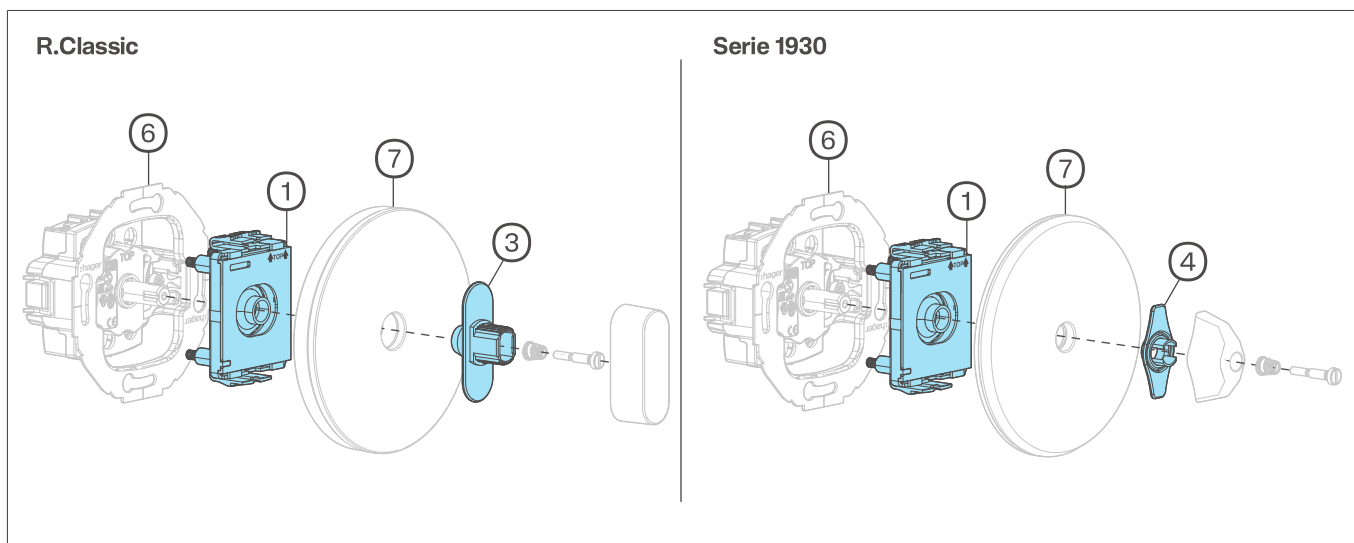

Bild 2: Zusammenbau für R.classic/Serie 1930
💡 – Montagereihenfolge beachten (Bild 2). Zuerst die Abdeckplatte (8) und dann den Lichtleiter (3) aufstecken.